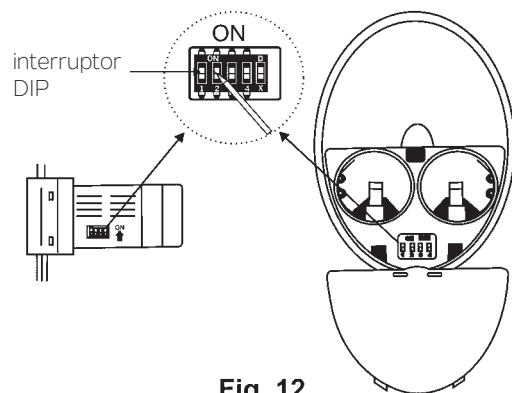

Fig. 12
NOTA: En el transmisor, configure el interruptor DIP de #5 en la posición D. Esto permite la activación de la función de regulación de intensidad de la luz ya que el cielorraso utiliza lámparas incandescentes que pueden regularse. (Ver Fig. 12)
NOTA: El sistema de control CoolTouch™ está equipado con 16 posibles combinaciones de frecuencias para evitar, a interferencia desde o con otras unidades de control remoto. Los interruptores de frecuencia del receptor y el transmisor vienen configurados de fábrica. Vuelva a verificar para comprobar que los interruptores del receptor y el transmisor estén en la misma posición; cualquier combinación de configuraciones hará funcionar el ventilador siempre que el transmisor y el receptor estén en la misma posición. (Fig. 12)
Paso 1. Inserte el receptor en el soporte de montaje para cielorraso con el lado plano del receptor mirando al techo. (Fig. 12) Para un mejor desempeño, asegúrese de que la antena negra, al final del receptor, permanezca extendida y no se enrosque con ningún cable eléctrico.